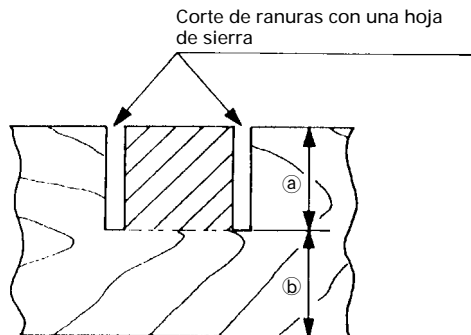

Fig. 46
Posicione la moldura en vértice con su BORDE EN CONTACTO CON LA PARED contra la escuadra de guía y su BORDE DE CONTACTO CON EL TECHO contra los topes de moldura en vértice, tal como se observa en la Fig. 46-b.
Las ranuras podrán cortarse en la pieza de trabajo como se indica en la Fig. 46 regulando el perno de ajuste de profundidad de 8mm.
- (1) Afloje la tuerca de aletas de 8mm y gire el perno de ajuste de profundidad de 8mm con la mano.
- (2) Ajuste la profundidad de corte deseada regulando la distancia entre la hoja de sierra y la superficie de la base (consulte ⑥ de la Fig. 46).
- (3) La tuerca de aletas 8mm deberá quedar adecuadamente apretada después de haber finalizado el ajuste.